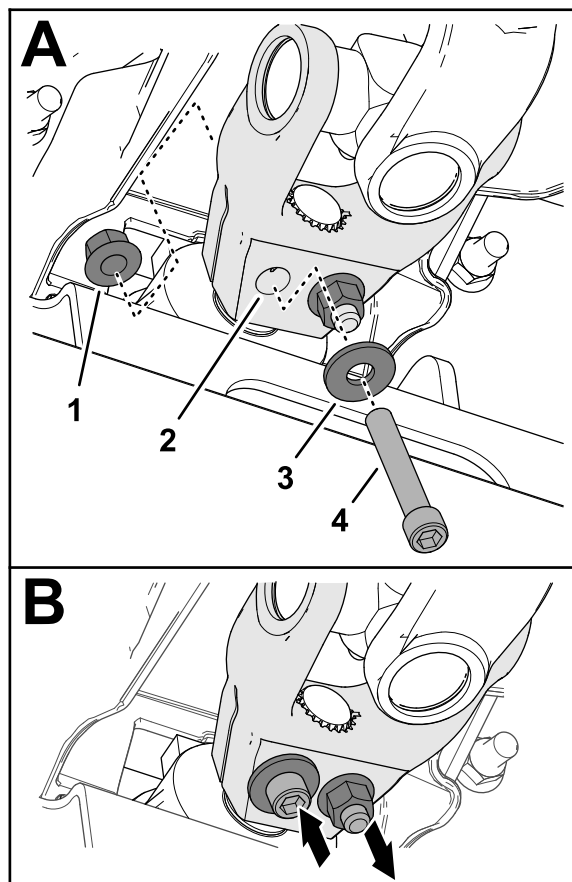

Рисунок 13
A. Установите вилку вала РТО на вал редуктора режущего блока, как показано на Рисунок 13.
B. Проденьте колпачковый винт с внутренним шестигранником ($\frac{3}{8}$ x $2\frac{1}{4}$ дюйма) через шайбу ($\frac{3}{8}$ дюйма) и отверстие в вилке ведущего вала (Рисунок 13) и закрепите колпачковый винт фланцевой контргайкой ($\frac{3}{8}$ дюйма).
C. Проденьте колпачковый винт с внутренним шестигранником ($\frac{3}{8}$ x $2\frac{1}{4}$ дюйма) через шайбу ($\frac{3}{8}$ дюйма) и отверстие в вилке ведущего вала с противоположной стороны (Рисунок 13) и закрепите колпачковый винт фланцевой контргайкой ($\frac{3}{8}$ дюйма).